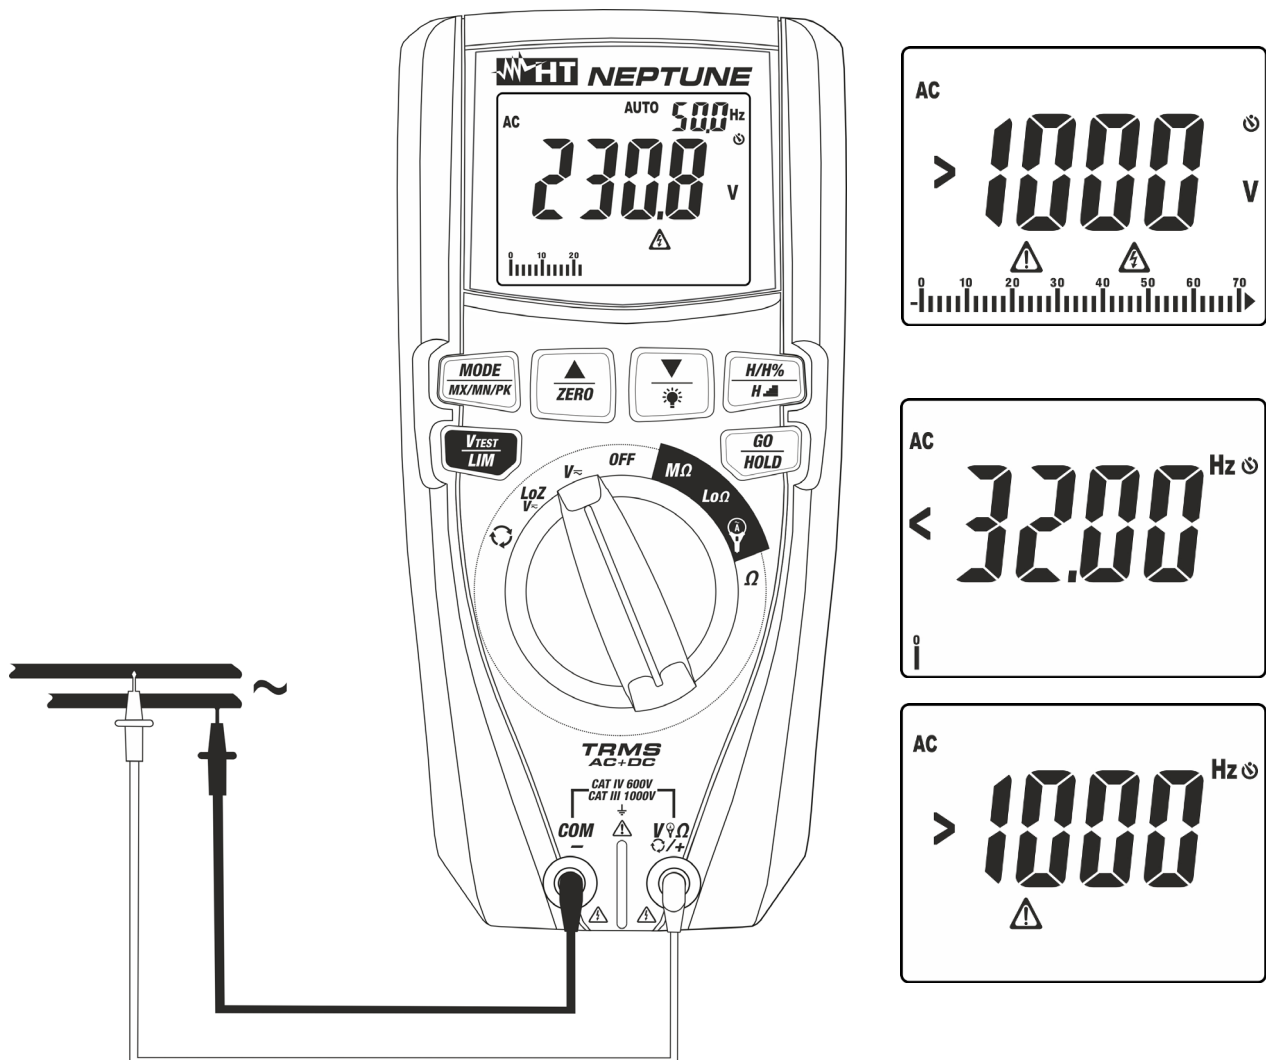

Fig. 7: Uso dello strumento per misura di Tensione AC
4. Posizionare il puntale rosso ed il puntale nero rispettivamente nei punti del circuito in esame (vedere Fig. 7). Il valore della tensione è mostrato a display. Nella parte alta destra del display è mostrato il valore della frequenza della tensione. Premere il tasto **MODE/MX/MN/PK** per visualizzare il valore della frequenza con maggior risoluzione
5. Se sul display è visualizzato il messaggio ">1000V" (vedere Fig. 7) si è raggiunto il fondo scala dello strumento
6. Se sul display sono visualizzati i messaggi "<32Hz" o ">1000Hz" (vedere Fig. 7) il valore della frequenza è esterno all'intervallo di misura $32\text{Hz} \div 1000\text{Hz}$